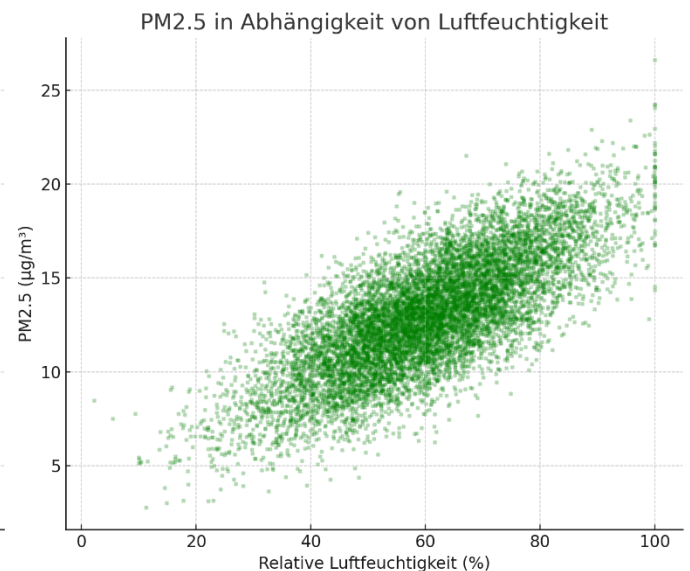

Abb. 2 - Zusammenhang Feuchtigkeit zu PM2.5 (Quelle: MW)
- **Rechts Abb.2:** Je höher die relative Luftfeuchtigkeit, desto höher die gemessenen PM2.5-Werte – typischerweise durch hygroskopisches Wachstum von Partikeln.